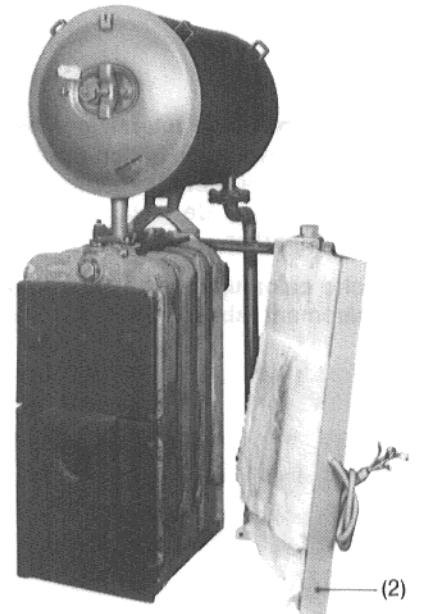

Fig. 10
Monter **le panneau latéral droit de la chaudière (2)** comme indiqué. Quant aux crampons, celui de l'avant est fendu et celui de derrière taraudé (voir Fig. 10).